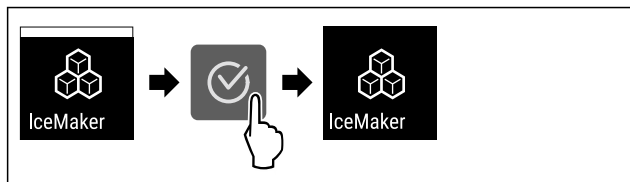

Fig. 18
- ▶ Suivre les étapes (voir Fig. 18) .